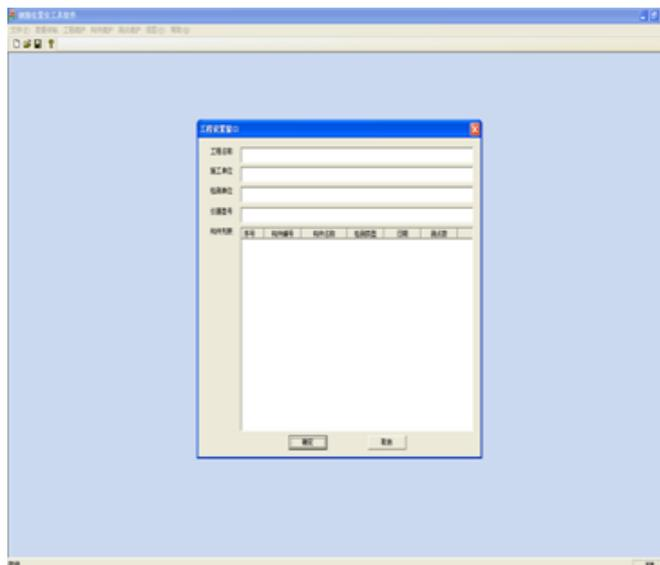

图 6-1
- **【新建工程】** 新建一个工程文件（.pro 文件），测试数据都是工程文件的方式来进行保存的，一个工程文件可包含若干个构件数据。见图 6-1